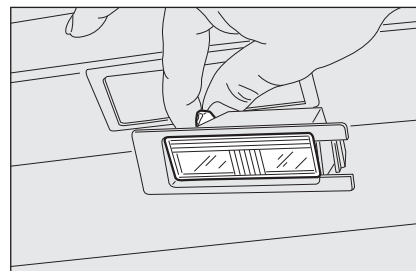

fig. 29
- ☐ sustituya la lámpara **fig. 29** soltándola de los contactos laterales asegurándose de que la lámpara nueva quede bloqueada correctamente entre los mismos contactos;